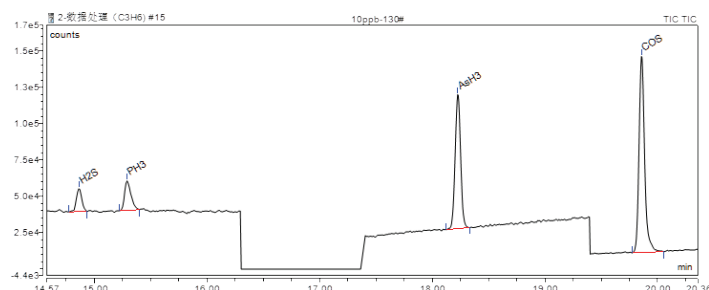

图4. 丙烯中硫化氢、磷化氢、砷化氢和羰基硫TIC色谱图
3.2.1 采用上述仪器分析方法，将硫化氢、磷化氢、砷化氢和羰基硫四种组分从丙烯主组分中完全分离得到检测，在23分钟内获得良好的色谱峰，图4为丙烯为底标气中硫化氢、磷化氢、砷化氢和羰基硫的TIC色谱图。